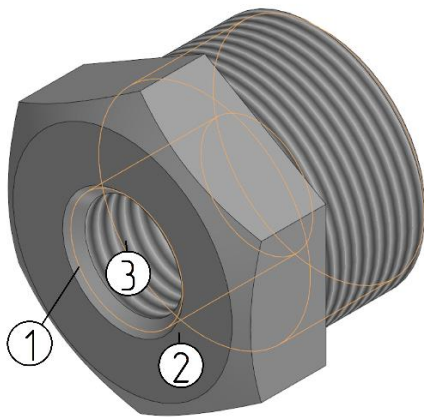
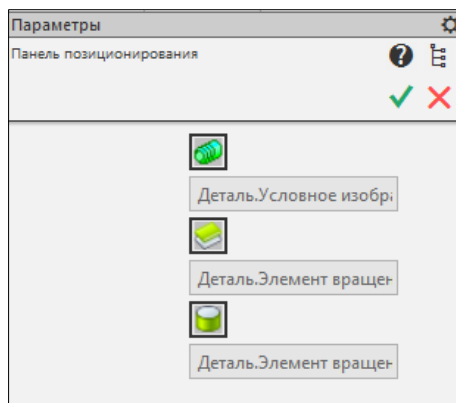
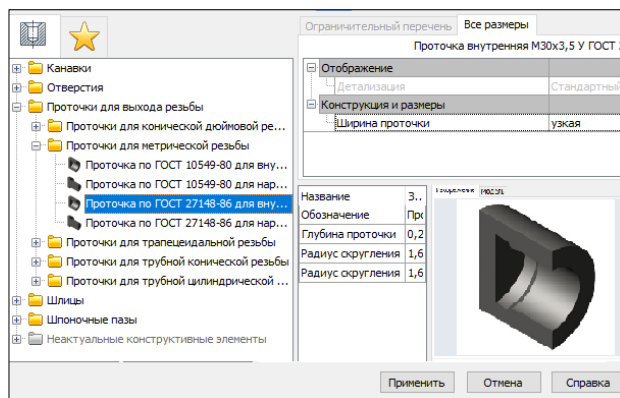

Рис. 89
Рис. 91
Рис. 92
Изображение на экране должно соответствовать рис. 89.
Слева появится *Панель позиционирования* (рис. 91). На детали последовательно укажите условное изображение внутренней резьбы (1) (см. рис. 89). Укажите начальную поверхность (торец детали, в котором выполнено отверстие (2)) и цилиндрическую грань отверстия (3). Нажмите на кнопку *Создать объект*. Вновь появится окно приложения (рис. 92), здесь в разделе *Конструкция и размеры* можно установить ширину проточки. Выберите *Узкая*. Нажмите на кнопку *Применить*. Окно закрывается, а в отверстии появится проточка.